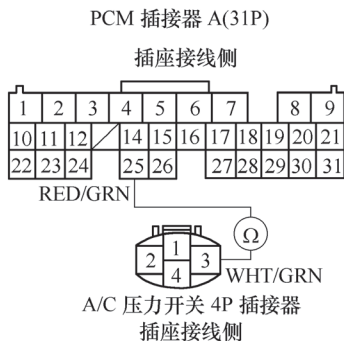

图 5-129 检查 PCM 插接器 A (31P) 的 14 号端子与 A/C 压力开关 4P 插接器的 3 号端子之间的导通性
3) 如图 5-129 所示, 在 PCM 插接器接通的条件下, 检查 PCM 插接器 A (31P) 的 14 号端子与 A/C 压力开关 4P 插接器的 3 号端子之间